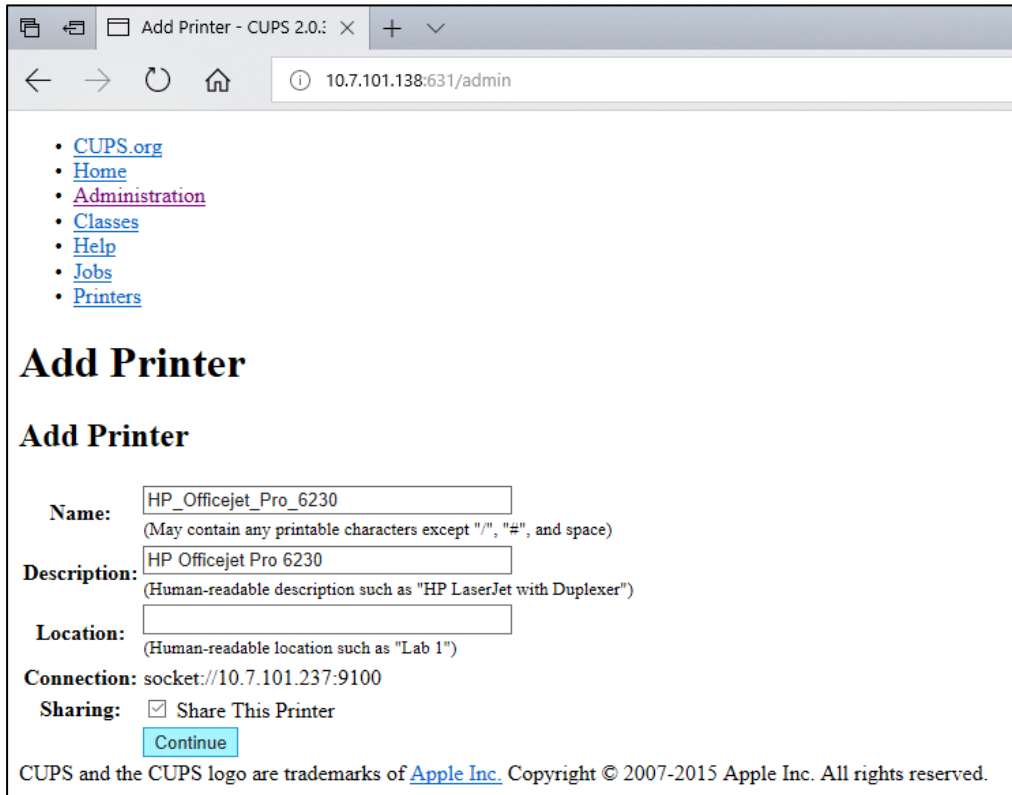

图 82. 添加打印机屏幕。
5. 选择 **Share this printer (共享此打印机)**, 然后按 **Continue (继续)** (图 82)。